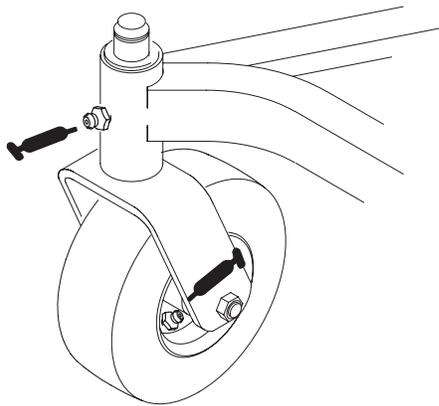

Figure 17
- bagues d'axes de roues pivotantes (Fig. 17)
- roulements de roues pivotantes (Fig. 17).